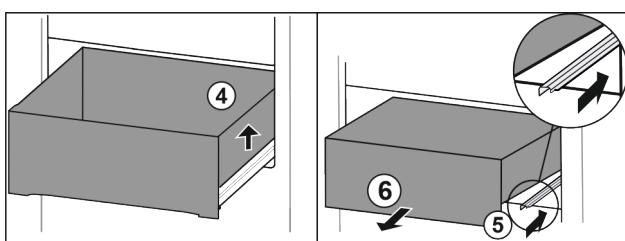

Fig. 69
- Podignite ladicu desno. Fig. 69 (4)
- Gurnite desnu vodilicu. Fig. 69 (5)
- Izvadite ladicu prema naprijed. Fig. 69 (6)